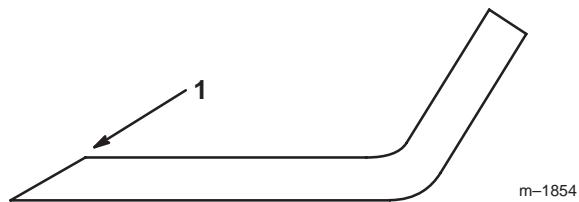

Figure 32
1. Au moyen d'une lime, aiguissez les tranchants aux deux extrémités de la lame (Fig. 32) en veillant à conserver l'angle d'origine. Limez la même quantité de métal sur chacun des deux tranchants pour ne pas déséquilibrer la lame.